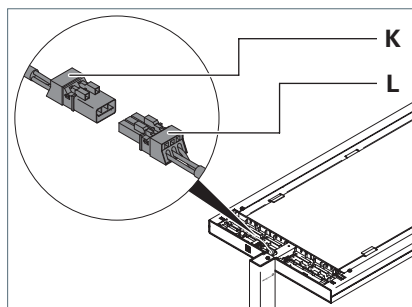

Fig. 5 : Brancher la tête du luminaire, partie 2.
- Brancher le connecteur enfichable **L** avec le connecteur **K** dans la tête du luminaire, voir Fig. 5.